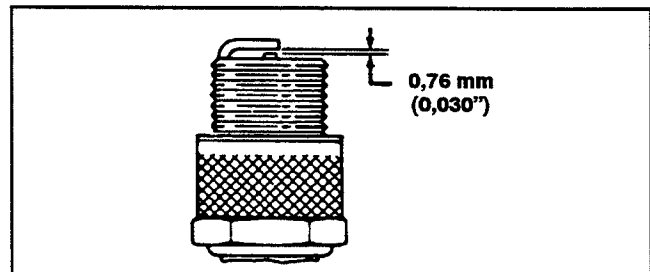

Figure 20
3. Régler l'écartement des électrodes à 0,76 mm (0.030") (Fig. 20). Monter la bougie correctement réglée, munie de son joint, et la serrer fermement à 19 N·m (14 ft·lb).